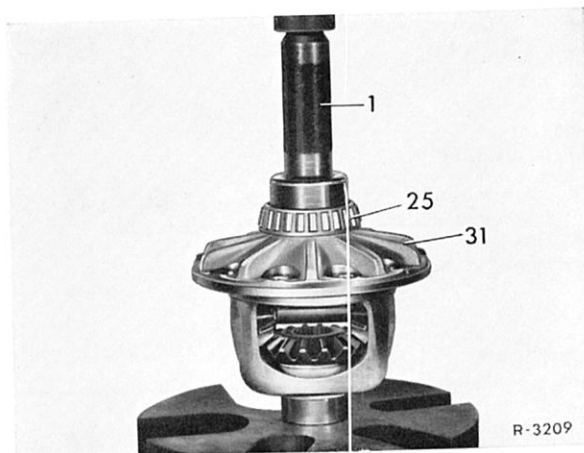

Bild 35-2/6
11 Innenringe der Kegelrollenlager (25) mit dem Eindrückdorn (1) auf das Ausgleichgetriebegehäuse (31) aufpressen (Bild 35-2/6).